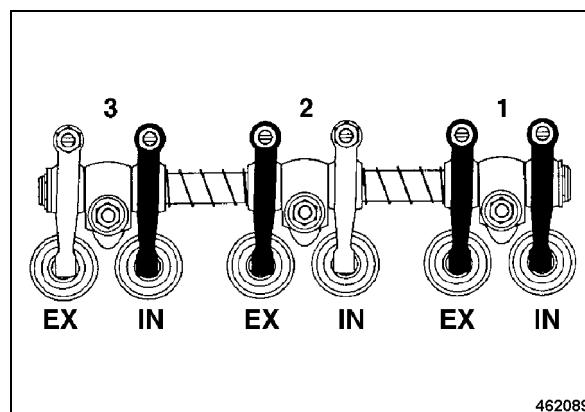

Рис. 122
- Произвести регулировку зазора в клапанах в соответствии со схемой регулировки "Положение коленчатого вала 2" (Рис. 122), обозначение черным цветом.